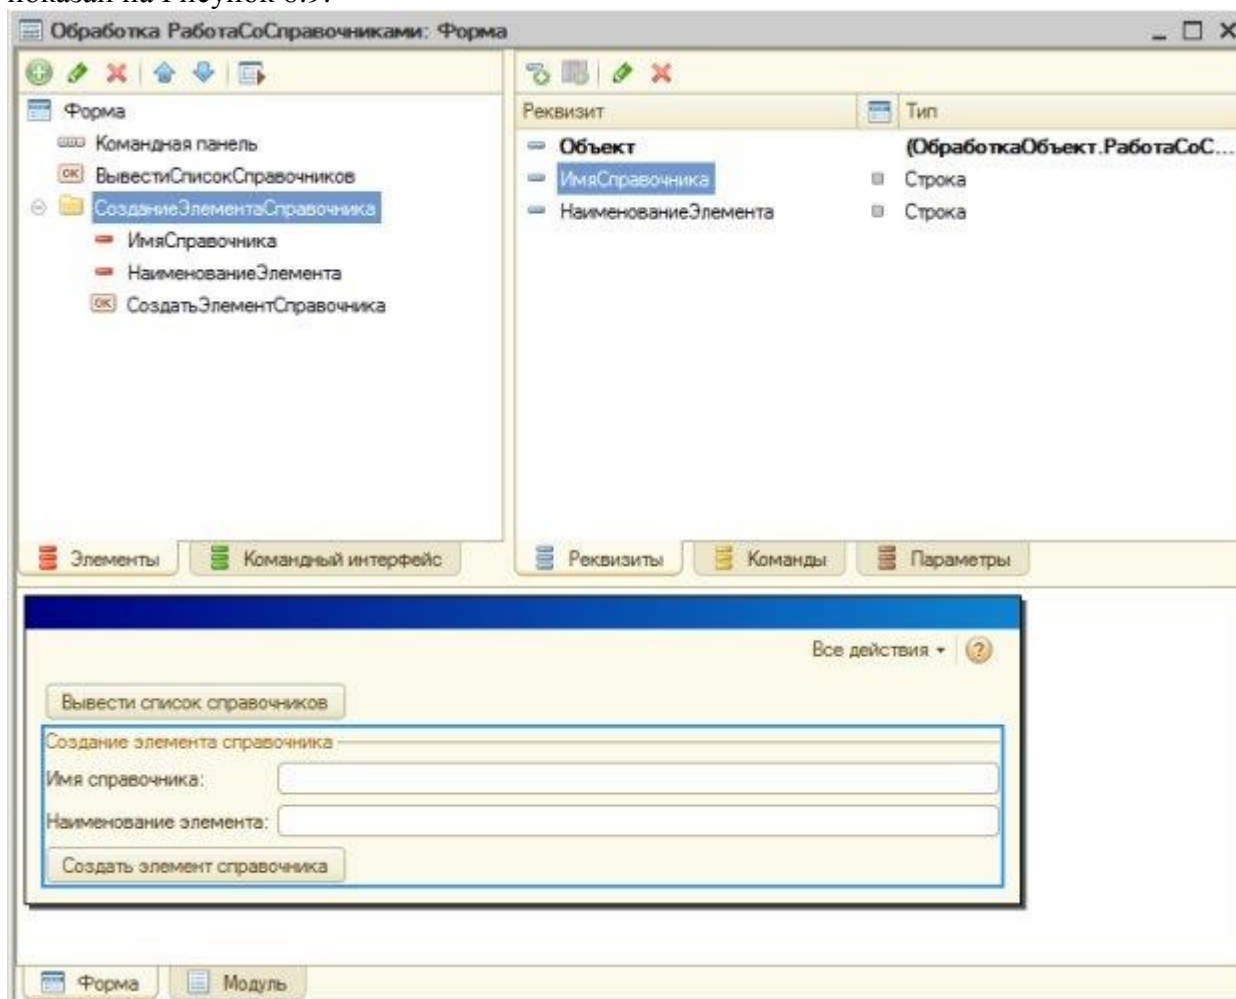

Рисунок 8.9- Добавление новой группы на форму
8. Добавим на форму новую группу, назовем ее СозданиеЭлементаСправочника, перетащим в нее элементы управления, относящиеся к этой группе. Результат реорганизации элементов показан на Рисунок 8.9.